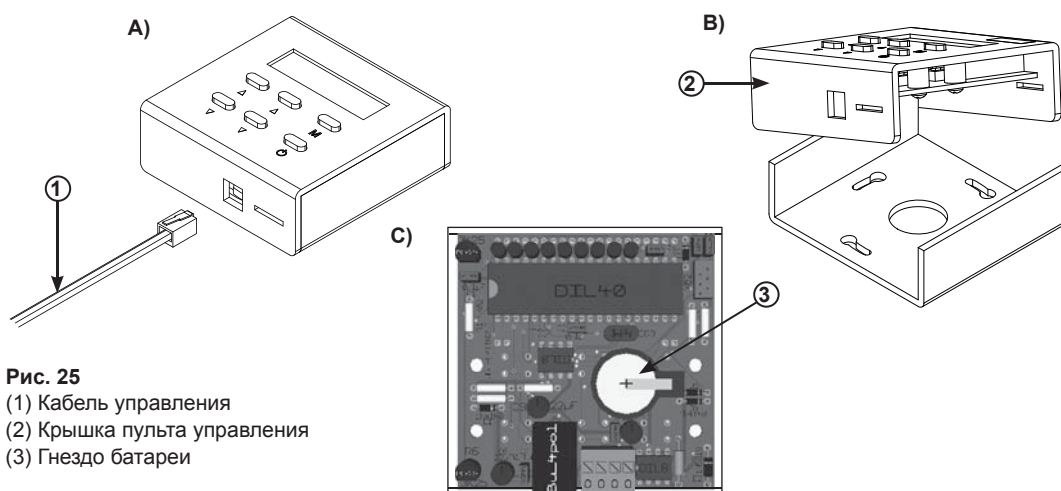

Рис. 25
- Отсоедините кабель управления (1) от нижнего разъема пульта.
- Снимите крышку (2) пульта управления.
- Гнездо (3) батареи расположено на плате. Удалите батарею и установите новую, как показано на рис. 25 С.